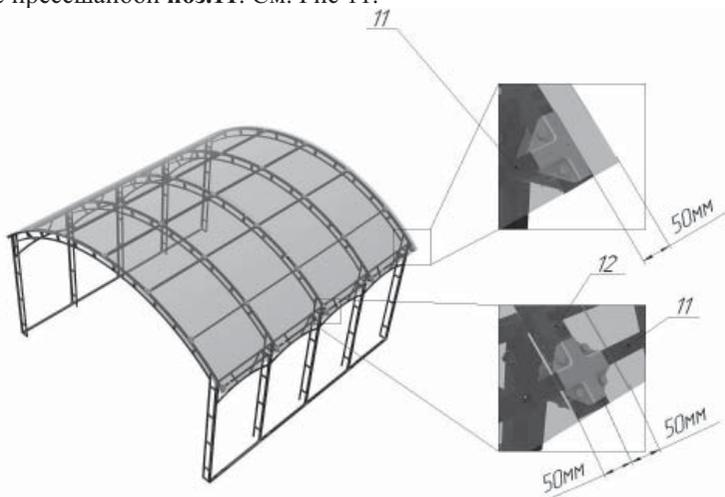

Рисунок 11
19. Устанавливаем поликарбонат на навес (припуск с торца оставляем 5см) и фиксируем его саморезом с прессшайбой **поз.11**. См Рис.11.